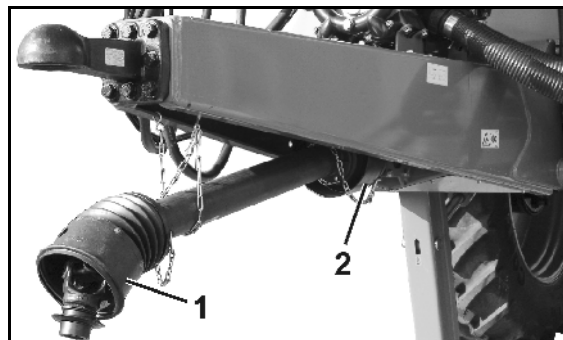

Fig. 12
- Fig. 12/...
(1) Gelenkwellenschutz mit Halteketten
(2) Maschinenseitiger Schutztrichter